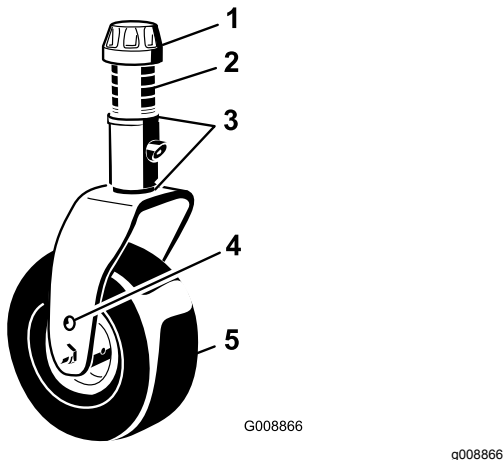

Bild 104
- Entfernen Sie die Spannkappe von der Spindelwelle und ziehen die Spindel aus dem Laufradarm heraus (Bild 104). Stecken Sie die Beilagscheiben nach Bedarf um, um das Laufrad anzuheben oder abzusenken, bis das Mähwerk die korrekte Neigung erhalten hat.